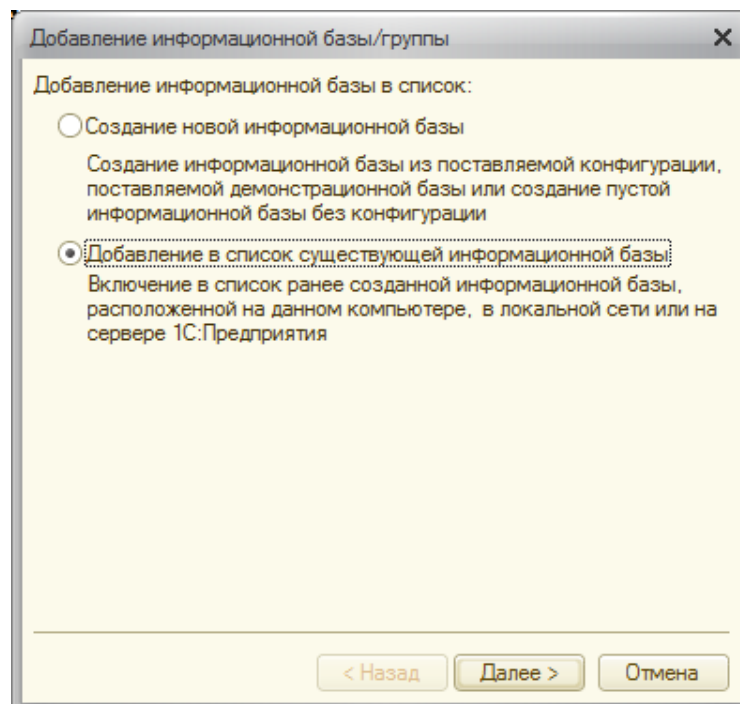

Рисунок 1.1- Добавление новой информационной базы
1.3 Появится окно, которое устроено по принципу пошагового мастера, задающего вопросы пользователю для достижения некоторой цели. Первым вопросом здесь будет выбор между созданием новой информационной базы и добавлением существующей, Рисунок 1.1.